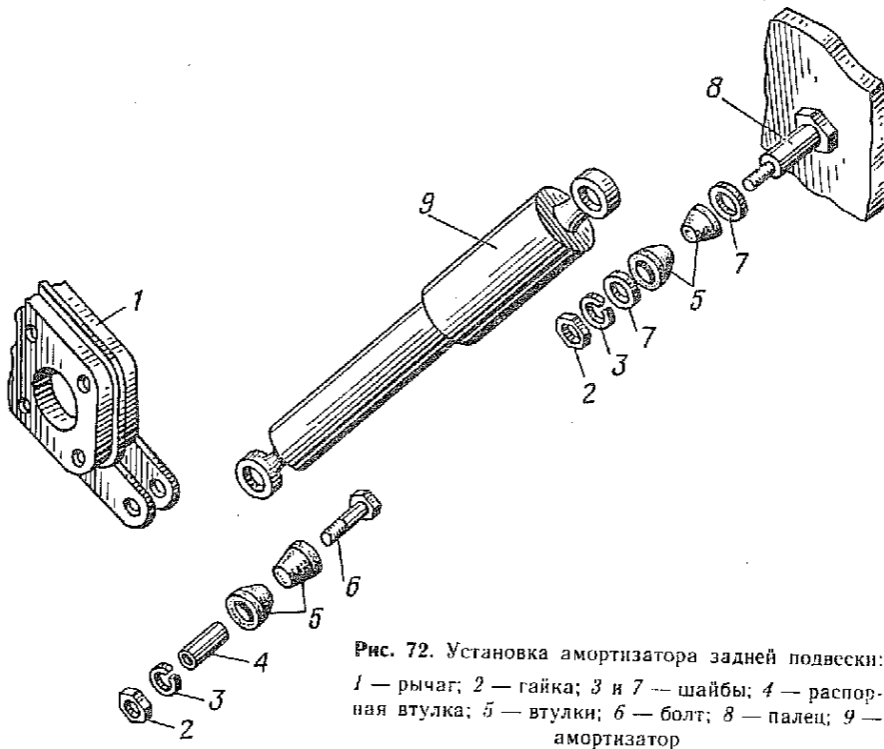

Рис. 72. Установка амортизатора задней подвески:
3.1. Отвернуть гайку 2 (рис. 72) крепления нижнего конца амортизатора и снять шайбу 3 (ключ 17).
Примечание. Перед установкой амортизатора проверить крепление пальца 8 (рис. 72) к кузову (ключ 22).